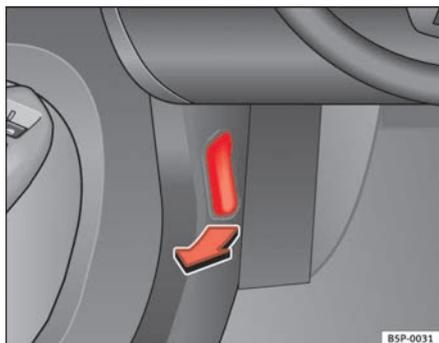

Fig. 141 Dettaglio del vano piedi sul lato del conducente: leva per l'apertura del cofano del vano motore.
- Tirare la leva situata sotto il cruscotto ⇒ fig. 141 nella direzione indicata dalla freccia. Il cofano si sblocca sotto la spinta di una molla ⇒ ⚠.